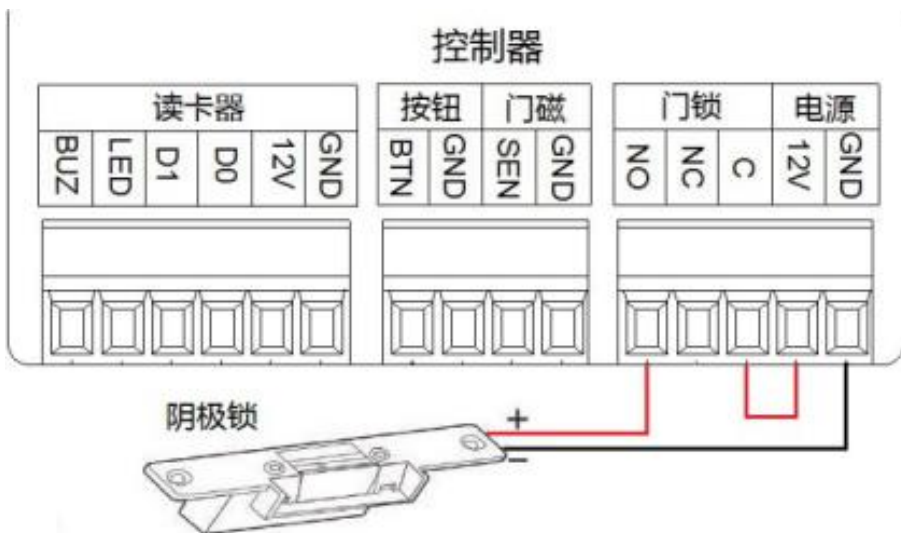

图 7：阴极锁接线示意图
1. 正极触发的电控锁 C 端接电源正极，NO 端接锁的开门信号线，如图 7 所示：